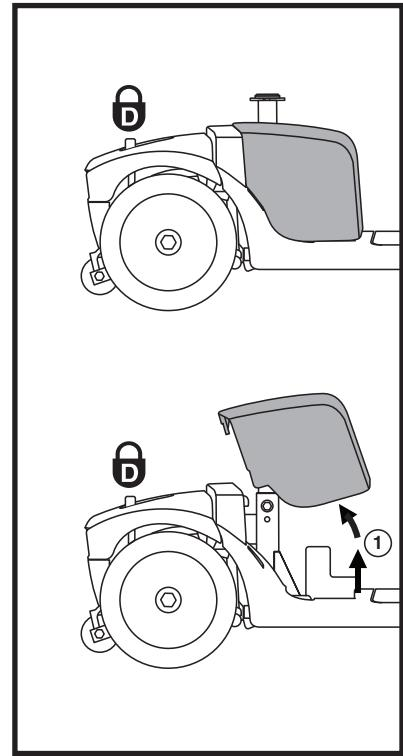

Figura 8. Montaggio e rimozione della scocca delle batterie
1. Scollegare la fascetta di fissaggio delle batterie. Vedere figura 8.